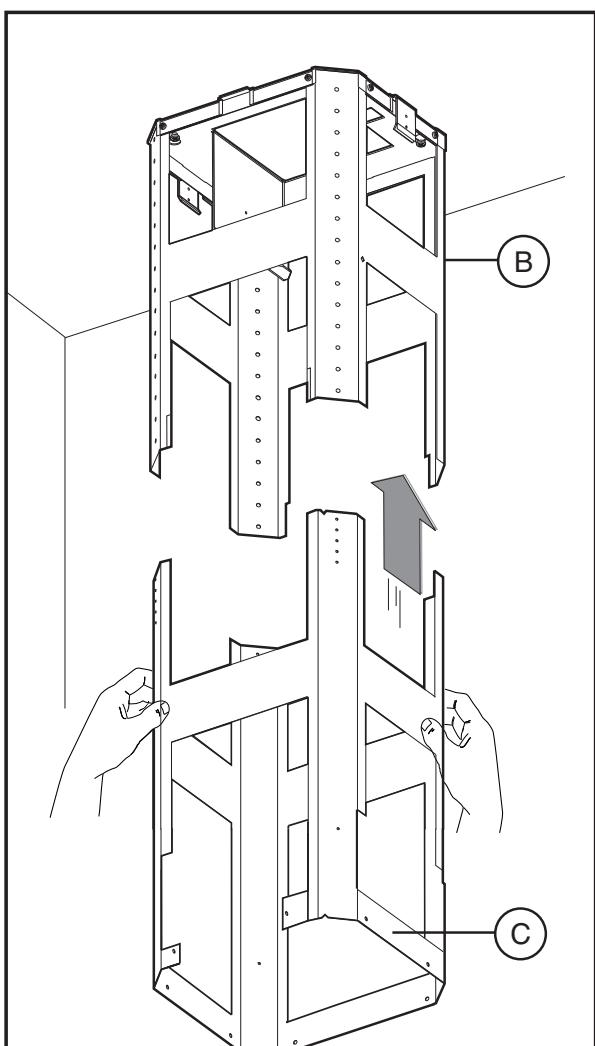

Fig.4
- Tome la parte inferior de la estructura telescópica **C** e intodúzcala a la superior **B** (**Fig.4**).